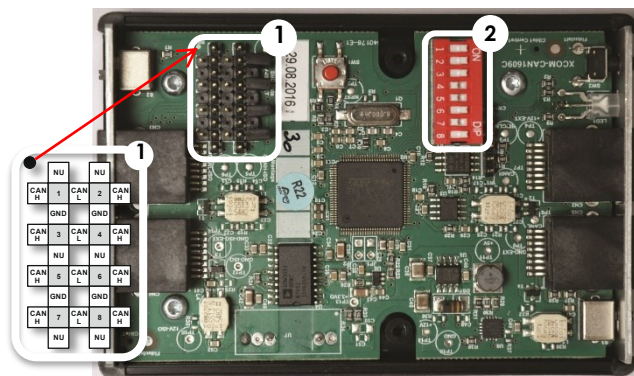

Abbildung 1: Leiterplatte im Inneren des Xcom-CAN
Die Kommunikationssignale können mit dem Steckbrückenblock (1) in Abbildung 1 auf beliebige Pins des RJ-45-Steckverbinders gelegt werden.